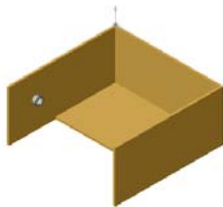

图 3-61 生成薄壁特征
5) 单击按钮, 生成薄壁特征, 如图 3-61 所示。
③ 仿照步骤①、②, 在另一侧薄壁内侧生成对称的薄壁拉伸特征。